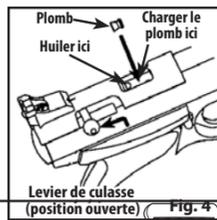

Fig. 4
2. Armez le verrou de culasse en soulevant le levier d'armement et en tirant le verrou de culasse complètement vers l'arrière (Fig. 4).
2. Armez le verrou de culasse en soulevant le levier d'armement et en tirant le verrou de culasse complètement vers l'arrière jusqu'à ce que vous entendiez deux dé clics (Fig. 4)